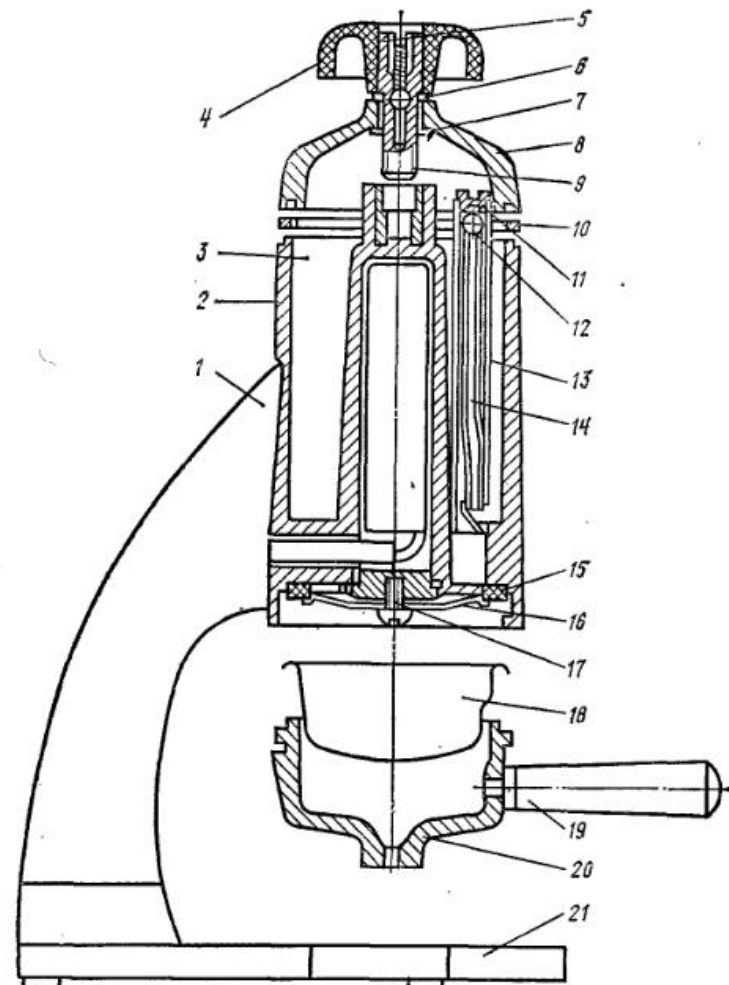

Рис. 3. Электрокофеварка ЭК-0,3 компрессионного типа;
**ЭЛЕКТРОКОФЕВАРКА ЭК-0,3.** Эта кофеварка компрессионного типа работает следующим образом. Вода, находящаяся в резервуаре 3 (рис. 3), при нагревании закипает и под давлением пара выжимается через малую 14 и большую 13 трубки на перфорированный водораспределительный диск 16 и затем в фильтр 18 с молотым кофе. Готовый напиток вытекает из отверстия нижней крышки 20 в ковшик.